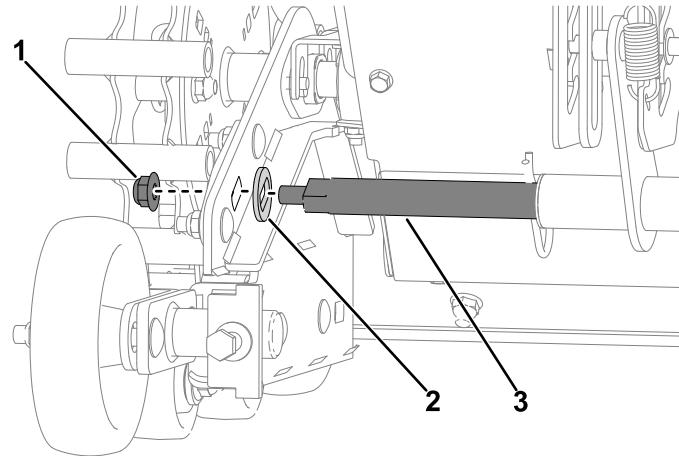

Figura 31
4. Instale as duas anilhas especiais na barra articulada no cubo da articulação. Instale a barra articulada com as anilhas especiais nos conjuntos de lagartas e placa articulada e prenda-a com duas novas porcas de bloqueio ($\frac{3}{8}$ pol.) (Figura 31).